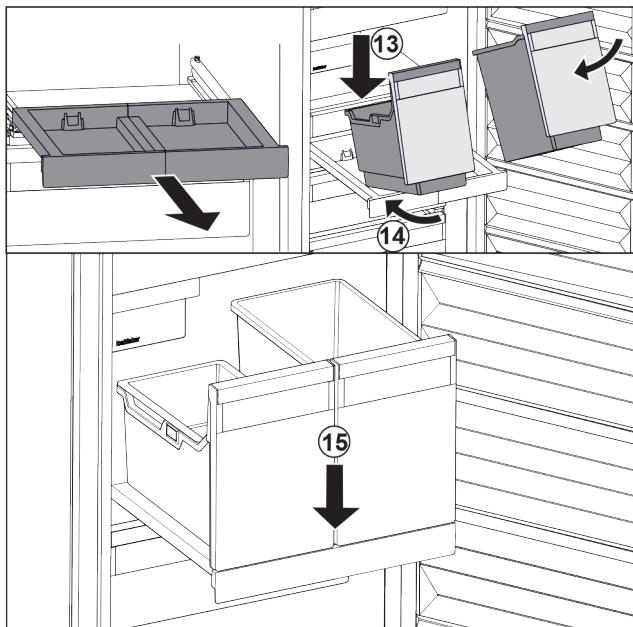

Fig. 35
- Stavite spremnik ukoso na izvlačnu ploču. Fig. 35 (13)
- Gurnite spremnik ukoso prema natrag. Fig. 35 (14)
- Spustite spremnik naprijed. Fig. 35 (15)